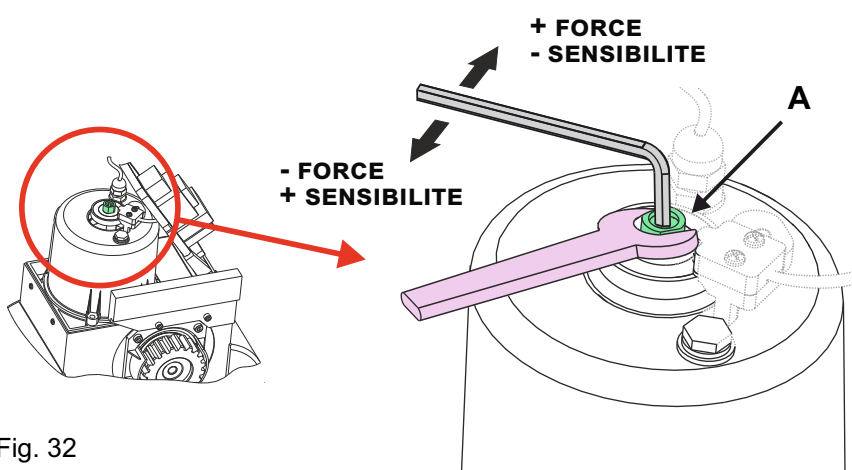

Fig. 32
10.2. Pour le réglage de l'embrayage mécanique opérer sur la vis «A» - Fig. 32 - comme suit: